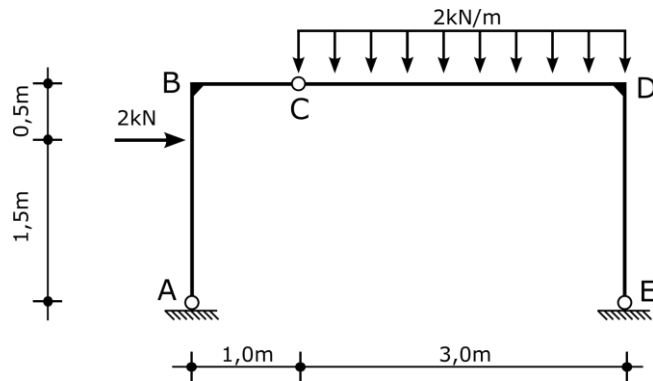

Figura 2
- d) Para la estructura de la Figura 2:
- ii. Calcular reacciones y trazar diagramas de solicitaciones debidos al peso del cartel de la Figura 2, considerando que éste pesa **1,8 kN**, y que el peso de la columna es despreciable frente al peso del cartel.